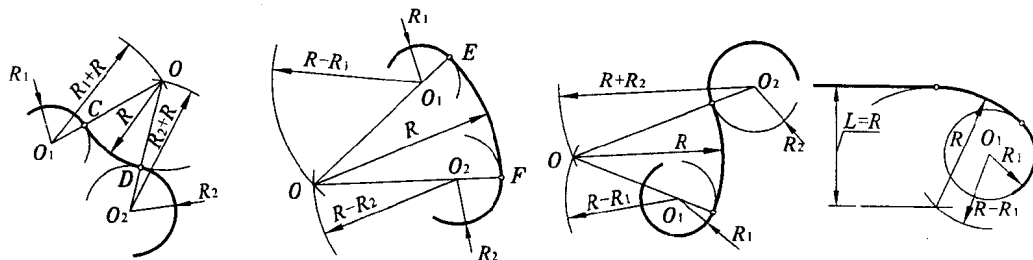

图 1.3 圆弧和圆弧相切
(1) 直线:可用丁字尺和三角板配合画直线,直线有水平线、垂直线和斜线。
(2) 圆和圆弧:画圆和圆弧要由圆心来定位。
(3) 直线与圆或圆弧相切,把握直线与圆或圆弧相切的方向。
(4) 圆弧和圆弧相切,如图 1.3 所示。